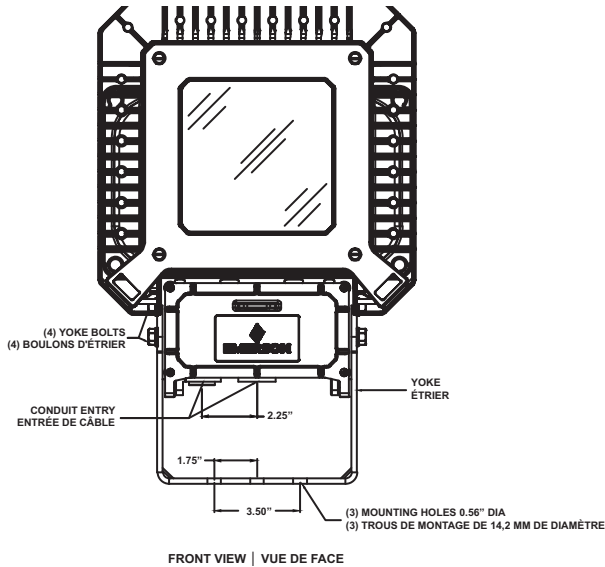

Figure 2: Luminaire with Yoke | Luminaire avec étrier
The Areamaster GEN 2 LED luminaire with yoke (supplied) will mount directly onto flat surfaces. The yoke has a center clearance hole for a 1/2 inch bolt and two 1/2 inch clearance holes spaced 3-1/2 inches apart on the yoke center line. See Figure 2.
Le luminaire Areamaster à LED de 2e GÉNÉRATION avec étrier (fourni) se monte directement sur des surfaces plates. L'étrier est doté d'un trou de passage central pour un boulon de 1/2 po (12,7 mm) et de deux trous de passage de 1/2 po (12,7 mm) espacés de 3,5 po (88,9 mm) l'un de l'autre sur l'axe de l'étrier. Voir la Figure 2.
1. Mount the luminaire with yoke to a flat surface using user-supplied hardware. See Figure 2 for mounting hole locations.
Montez le luminaire avec étrier sur une surface plate à l'aide de quincaillerie fournie par l'utilisateur. Reportez-vous à la Figure 2 pour les emplacements des trous de montage.
2. Slightly loosen the four yoke bolts and tilt the luminaire to the desired position with your free hand. See Figures 2 & 3.
Desserrez légèrement les quatre boulons de l'étrier et, de la main libre, inclinez le luminaire dans la position souhaitée. Reportez-vous aux Figures 2 et 3.